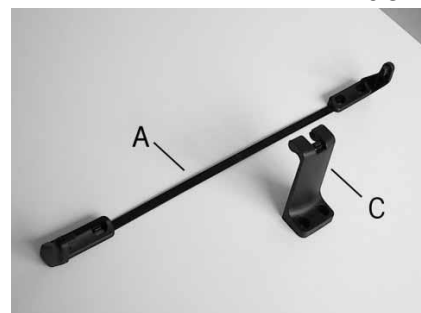

Figure 6
- В. Выберите нужное крепление (Fig. 6).